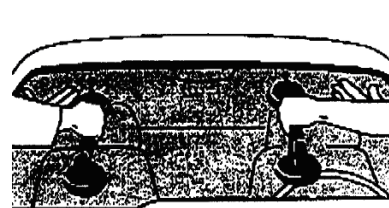

Рис. 9
8. Привинтив подготовленный наконечник, вставьте картуш в пистолет, предназначенный для работы с полиуретанами. Держа пистолет перпендикулярно стеклу, не отступая от кромки, нанесите клей на подготовленную поверхность ровным, без разрывов, треугольным валиком. По периметру стекла установите резиновые вставки толщиной 5 мм. Так же положите резиновые вставки толщиной 5 мм на нижнюю часть проёма кузова (рис. 9).